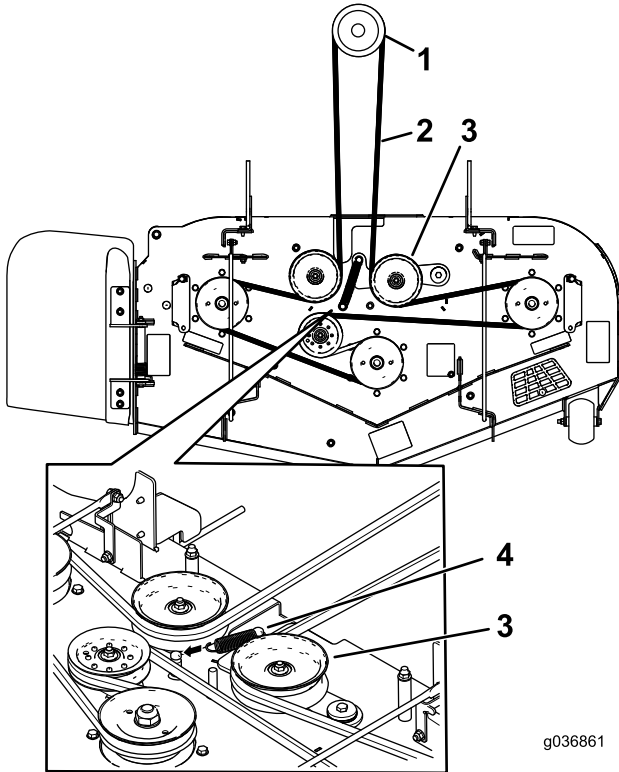
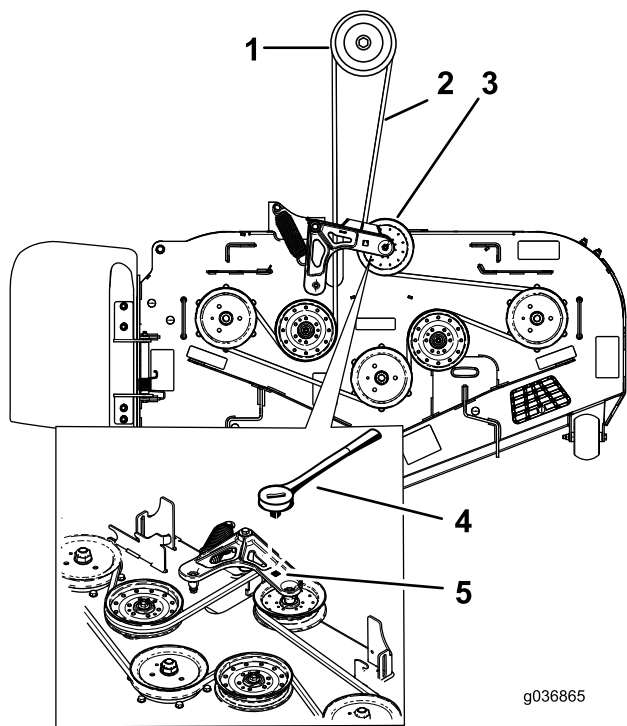

Figura 84
Figura 86
5. Quite la tensión del muelle de la polea tensora tensada con muelle. Consulte Figura 84 o Figura 86.
Nota: Para carcasas de corte Serie 2500, utilice una llave de carraca en el taladro cuadrado del brazo tensor para aliviar la tensión del muelle tensor (Figura 86).
7. Pase la correa nueva alrededor de las poleas del cortacésped y de la polea del embrague, debajo del motor (Figura 84 o Figura 86).
8. Instale el muelle tensor (Figura 84 o Figura 86).